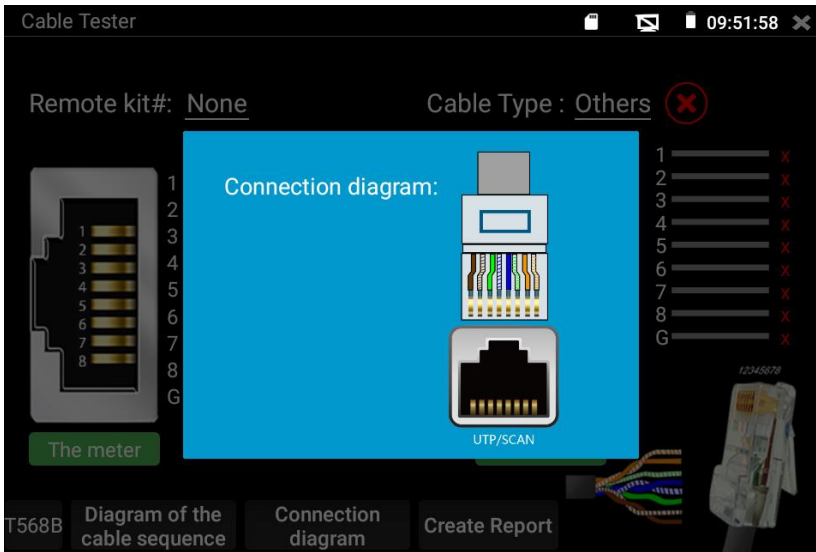

Рис. 100 Порт подключения, цветовая схема обжимки, справка
- 1) «Connection diagram» показывает, к какому порту должен быть подключен испытываемый кабель, рис. 100